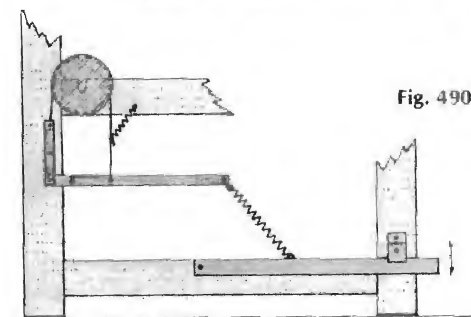

Fig. 490
- Si votre métier est équipé d'un frein à friction tel qu'illustré à la figure 490, pour avancer la pièce, il faut :